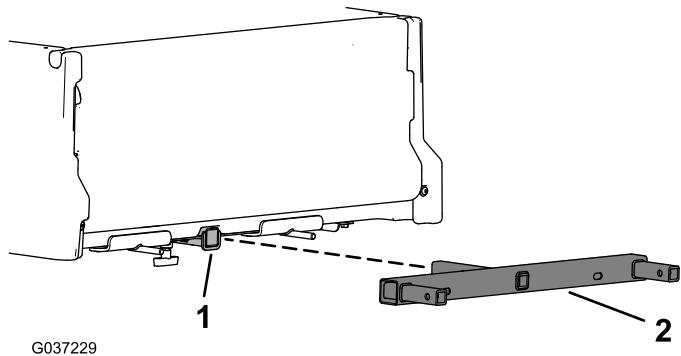

Figura 6
6. Insira a estrutura do balde do lixo no tubo recetor da máquina (Figura 6).
Importante: Certifique-se de que as ranhuras dos postes da extensão lateral estão alinhados como se mostra na Figura 6.